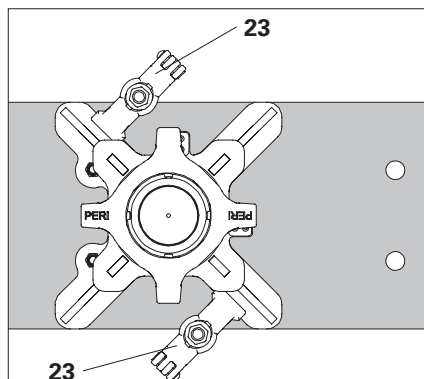

Fig. A6.11a
2. Fissare il primo meccanismo di abbassamento con perni di centraggio (21) nei fori della trave di orditura e bloccare anche con due morse per trave contrapposte (23). (Fig. A6.11a + A6.11b)